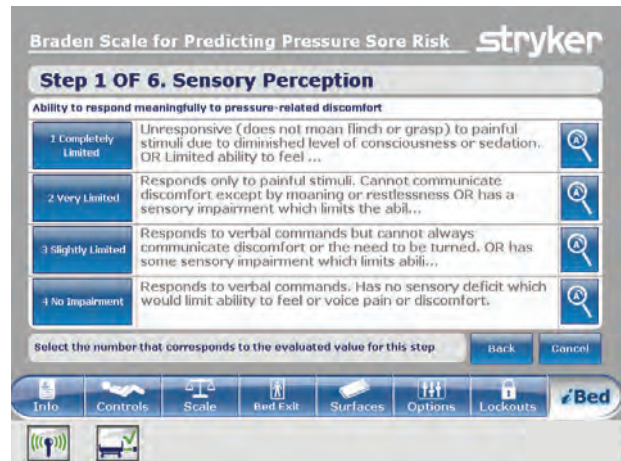
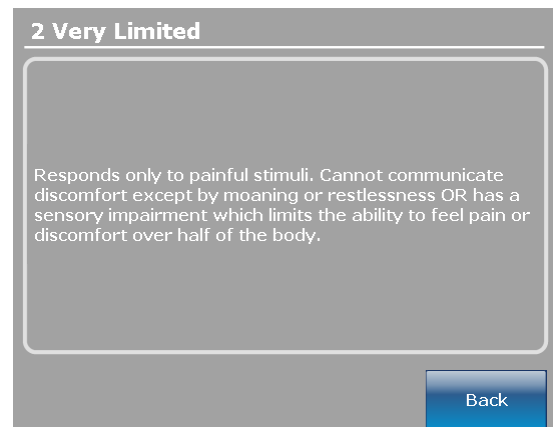

Figure 2-111 : Échelle de Braden pour la prévision du risque de formation d'escarres de décubitus
Figure 2-112 : Description détaillée de la valeur
2. Toucher la valeur correspondante (1 à 4) pour chaque catégorie (Figure 2-111 à la page 2-105).
**Remarque :** Pour afficher la description détaillée d'une valeur, toucher l'icône de la loupe (Figure 2-111 à la page 2-105). Une autre fenêtre s'affiche montrant la description détaillée de la valeur (Figure 2-112 à la page 2-105).